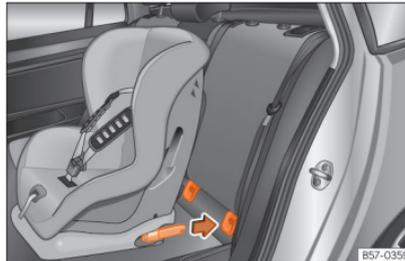

Abb. 24 Rücksitze: Einbau des Kindersitzes mit dem ISOFIX-System.
- Stecken Sie den Kindersitz auf die „ISO-FIX/iSize“-Halteösen, bis der Kindersitz hörbar einrastet »» **Abb. 24**. Wenn der Kindersitz über eine Top Tether* Befestigung verfügt, befestigen Sie ihn an der entsprechenden